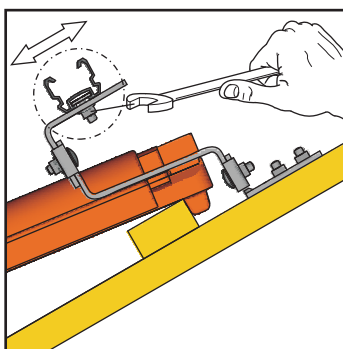
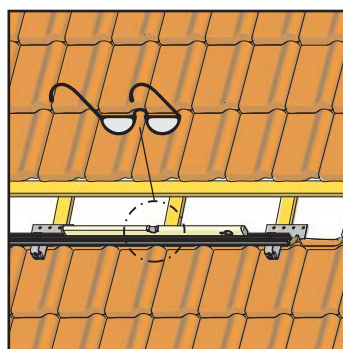

Fig. 3-10 Avvitare saldamente i profilati alla sezione superiore del gancio da tetto
Fig. 3-11 Orientare i profilati parallelamente al bordo delle tegole
11. Avvitare saldamente i dadi autobloccanti che fissano i corsoi ai ganci da tetto orientando le guide del profilo di montaggio parallelamente ai bordi delle tegole (fig. 3-10 / fig. 3-11).